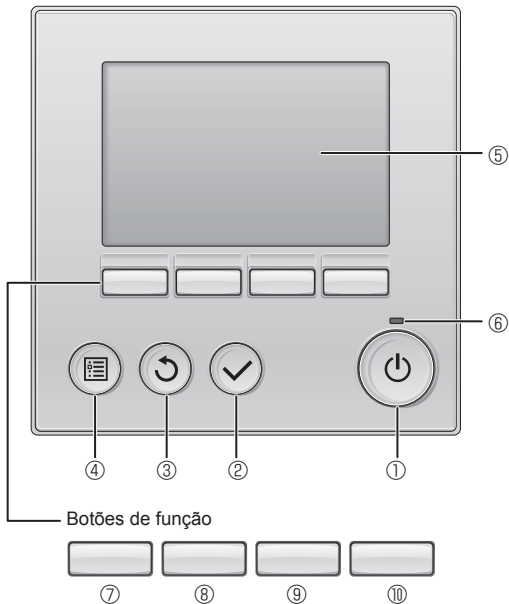

Fig. 7-1
7.2.1. Utilizar o controlo remoto com fio (Fig. 7-1)
- ① **Botão [ON/OFF]**